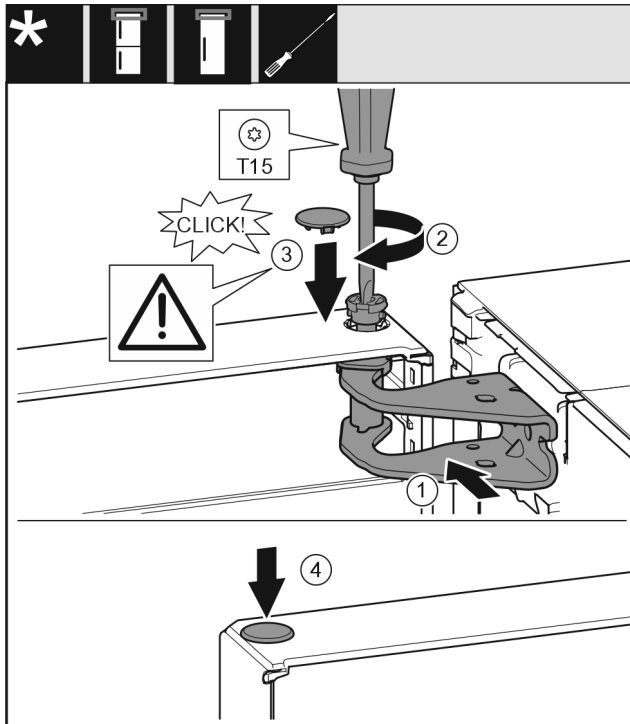

Fig. 20
- ▶ Poravnajte gornja vrata prema otvoru u podlošku ležaja Fig. 20 (1).
- ▶ Umetnite svornjak Fig. 20 (2) i pritegnite ga odvijačem.
- ▶ Postavite poklopac Fig. 20 (3).
- ▶ Provjerite da poklopac Fig. 20 (3) naliježe na vrata.
- ▶ Postavite poklopac Fig. 20 (4).